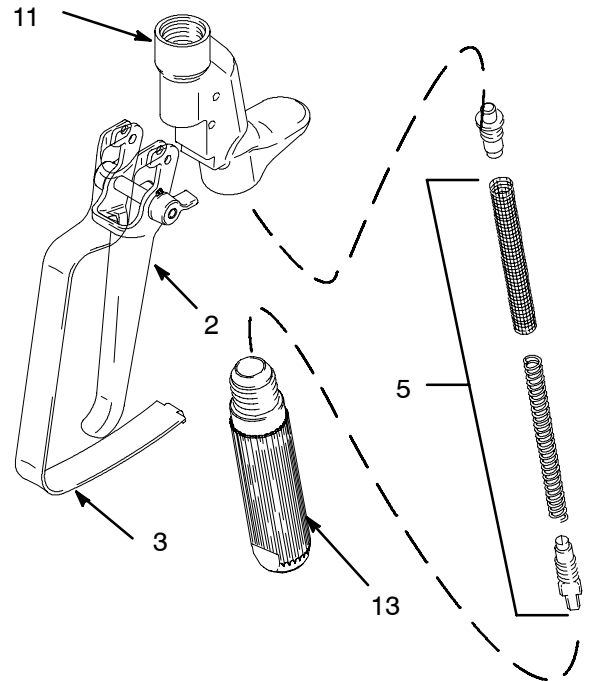

Fig. 6
## Nettoyage du filtre (Fig. 6)
3. Enlever la sous-garde (3). (Fig. 6).
4. Appuyer légèrement sur la gâchette. À l'aide d'une clé à fourche de 5/16 in., tourner l'écrou (D) dans le sens horaire jusqu'à ce que l'on sente la gâchette s'enfoncer doucement.